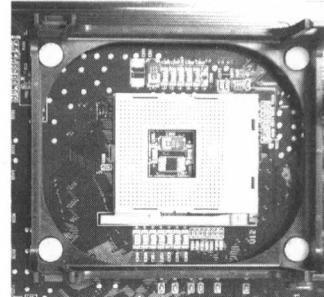

图 1-2
(1) Socket 7 插座: 是在 586 时代最常见的接口类型。它是方形多针脚零插拔力插座, 插座上有一根拉杆, 在安装和更换 CPU 时只要将拉杆向上拉出, 就可以轻易地插进或取出 CPU。Socket 7 插座适用于 Intel Pentium、Pentium MMX, AMD K5、K6、K6-II、K6-III, Cyrix 6X86 等处理器。
(2) Socket 370 插座: Socket 370 插座与 Socket 7 插座的外形差不多, 只不过它有 370 个针脚, 主要适用于 Intel Pentium III Coppermine、Celeron 及 VIA Cyrix III 系列处理器。
(3) Socket 478 插座: Intel Pentium 4/Celeron 处理器都采用的 Socket 478 插座(如图 1-2), 这也是目前主流的 CPU 接口形式。